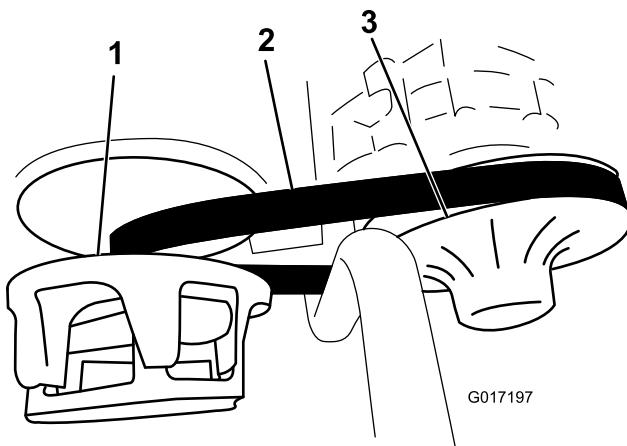

Figura 55
3. Fate girare la cinghia (Figura 55) ed ispezionatela per rilevarne l'eventuale eccessiva usura o danni.
3. Girate la cinghia e fatela passare sulla frizione secondaria (Figura 55).
4. Rimuovete la cinghia dalla frizione primaria (Figura 55).
5. Allineate la nuova cinghia sopra la frizione primaria (Figura 55).
6. Girate la cinghia e fatela passare sulla frizione secondaria (Figura 55).